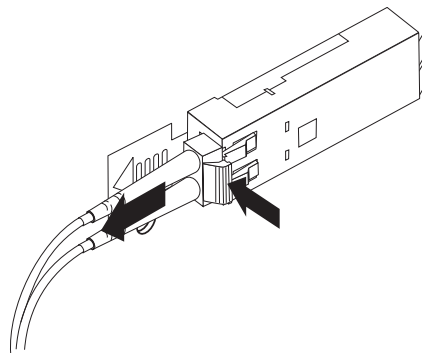

図 34. LC-LC ファイバー・チャネル・ケーブルの取り外し
2. 図 34 に示すように、ケーブルのレバーを押し下げるときは、コネクタを慎重に引っ張って、SFP モジュールからケーブルを取り外します。